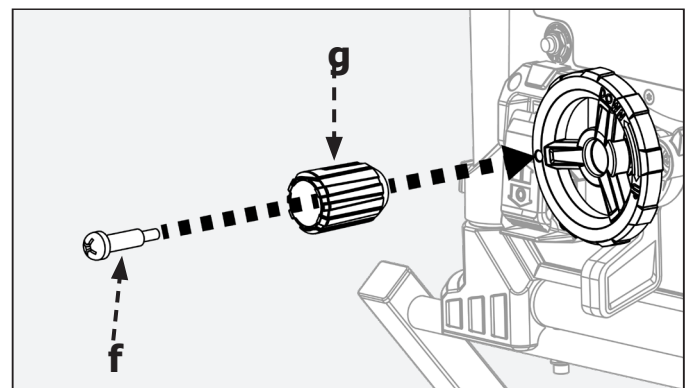

FIGURE 9
- Insérez la vis à épaulement (f) dans le bouton de réglage de hauteur (g), comme illustré à la figure 9.